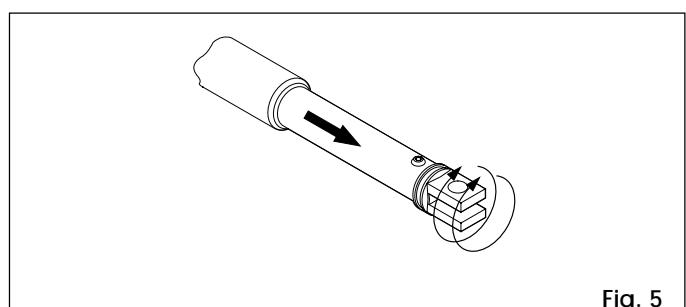

Fig. 5
- 4) Estrarre completamente lo stelo fino a battuta (fig. 5).
- 6) Ruotare di due giri in senso orario lo stelo dell'operatore (fig. 5).